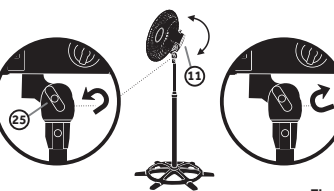

Fig.17
Afrouxe a borboleta de aperto (25) segurando o motor (11). Posicione o motor (11) no ângulo desejado, em seguida, aperte a borboleta (25). Fig.17.